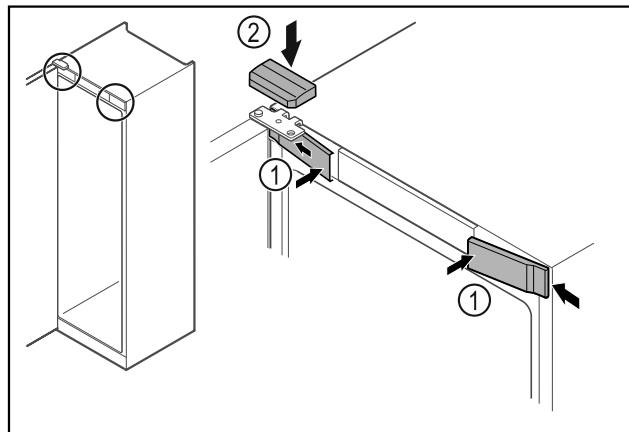

Fig. 68
- ▶ Haka fast skydden fram Fig. 68 (1) på sidan och sätt på dem.
- ▶ Sätt på det övre skyddet Fig. 68 (2) uppifrån.